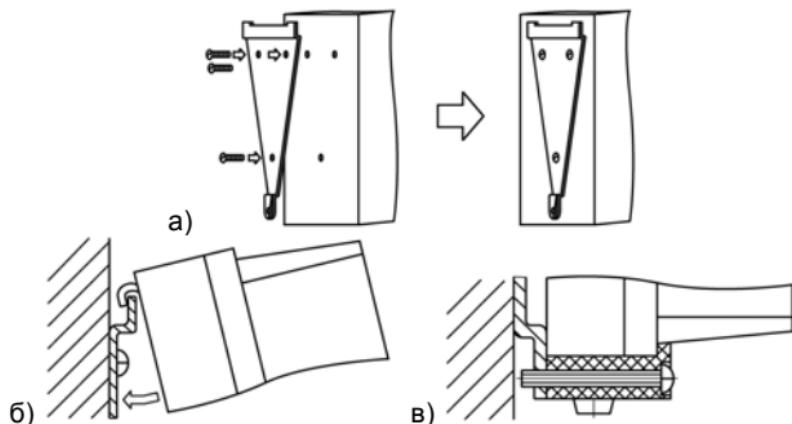

Рисунок 8.1 Монтаж прибора настенного исполнения
- 1) Закрепить кронштейн тремя винтами M4×20 на поверхности, предназначенной для установки прибора (см. Приложение А и рисунок 8.1, а).
- 2) Зацепить крепежный уголок на задней стенке прибора за верхнюю кромку кронштейна (рисунок 8.1, б)
- 3) Прикрепить прибор к кронштейну винтом M4×35 из комплекта поставки (рисунок 8.1, в).